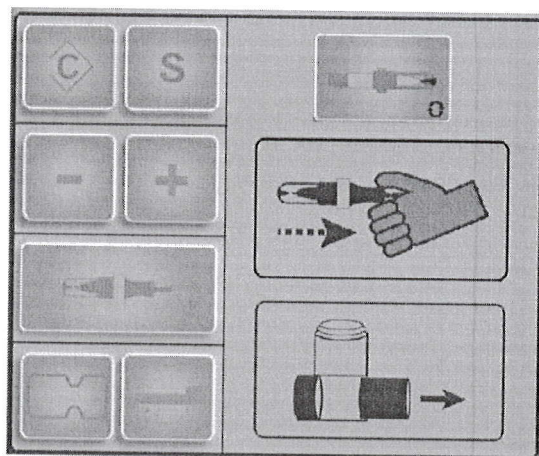

Рисунок 2-15: Электрод можно снять сообщение
3. После завершения дренажа запрещающий знак исчезает (Рисунок 2-15), указывая пользователю, что электрод теперь можно снять.